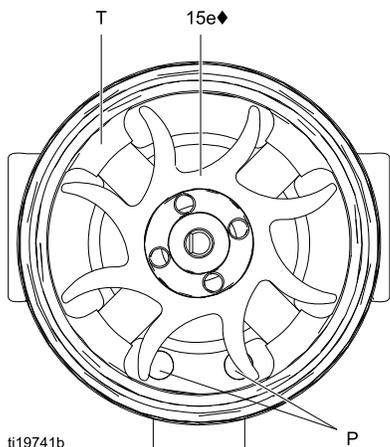
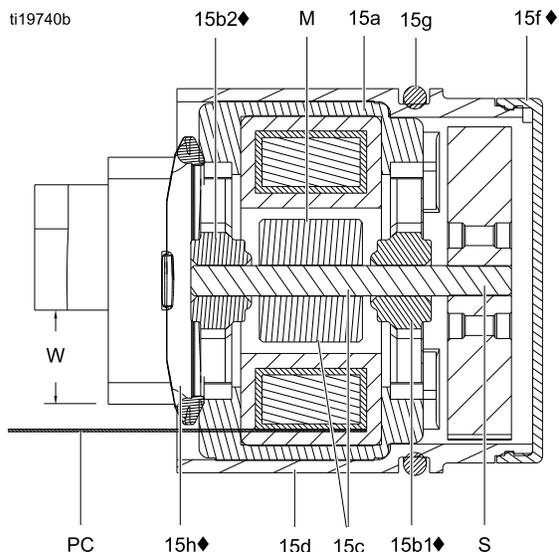

Figure 34 Ориентация вентилятора
Figure 35 Поперечный разрез генератора переменного тока
7. На рабочем месте установите блок катушки (15a) таким образом, чтобы сторона вентилятора была направлена вверх. С помощью отвертки с широким лезвием подденьте и снимите вентилятор (15e) с вала (S).
10. Установите новый нижний подшипник (15b1◆) на длинный торец вала (S). Более плоская сторона подшипника должна быть направлена в сторону от магнита (M). Установите катушку (15a) таким образом, чтобы пластины подшипника находились на одном уровне с поверхностью катушки.
12. На рабочем месте установите блок катушки (15a) таким образом, чтобы сторона вентилятора была направлена вверх. Насадите вентилятор (15e♦) на длинный торец вала (S). Направление лопастей вентилятора должно соответствовать рисунку.
13. Осторожно установите блок катушки (15a) на передней части корпуса (15d♦) и одновременно с этим выровняйте положение штифта катушки по отношению к пазу в корпусе. Трехпроводной разъем (PC) должен располагаться ниже более широкой насечки (W) планок крепления в корпусе, как показано на рис. 35. Убедитесь в том, что установочные штифты катушки (P) расположены согласно рис. 34.
14. Поверните вентилятор (15e) таким образом, чтобы его лопасти не закрывали четыре планки крепления подшипника (T) с задней стороны корпуса. Убедитесь в том, что пластины нижнего подшипника (15b1♦) находятся на одном уровне с планками крепления.